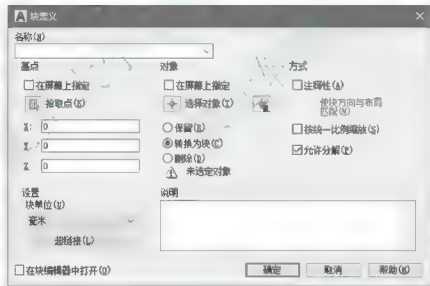

图 5.59 【块定义】对话框中【对象】选项组的设置
(1) 打开标准层结构平面图。
(2) 用【写块】命令将“1—1断面图”和“XB-1配筋图”制作成图块。注意【块定义】对话框中的【对象】选项组,选择【转换为块】单选框,如图5.59所示。